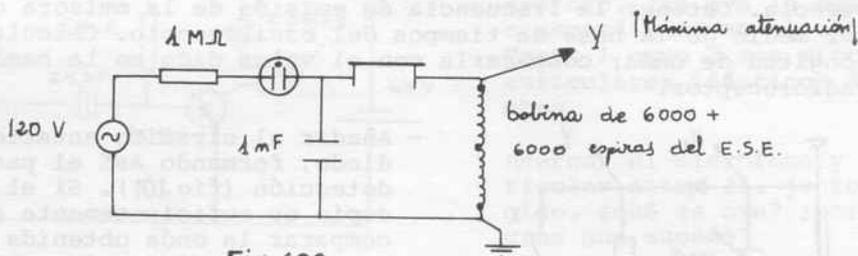

Fig 103
- Montar el circuito adjunto (fig.103).